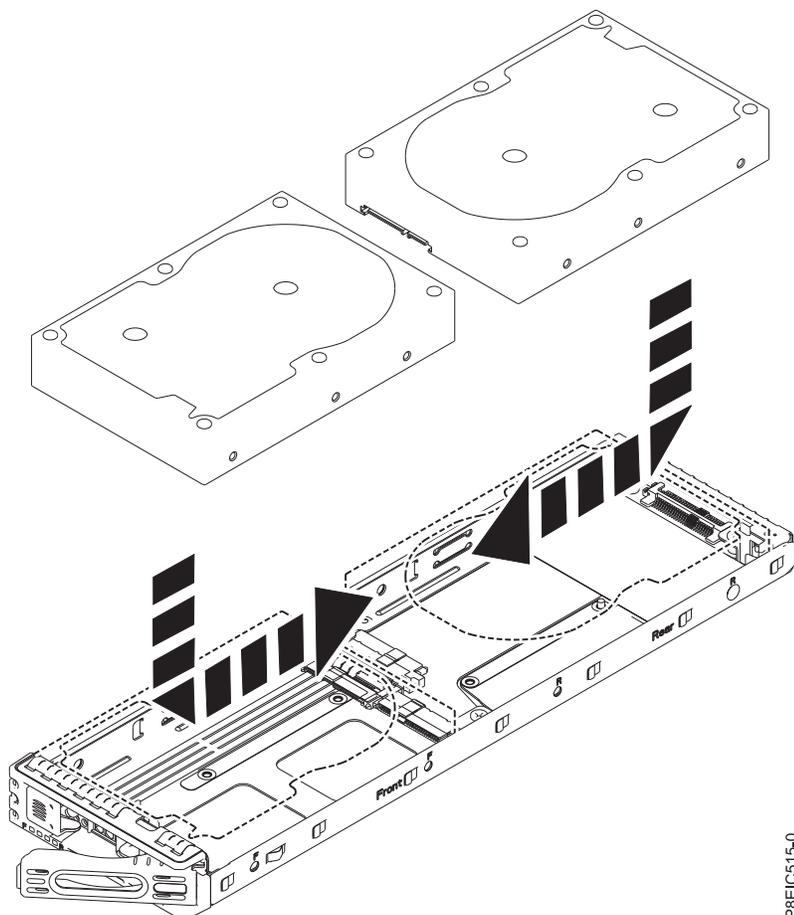

Abbildung 14. 3,5-Zoll-Laufwerk auf der Halterung installieren
- a. Ordnen Sie das Laufwerk auf der Halterung an und schieben Sie es anschließend in das Socket (siehe Abb. 14).